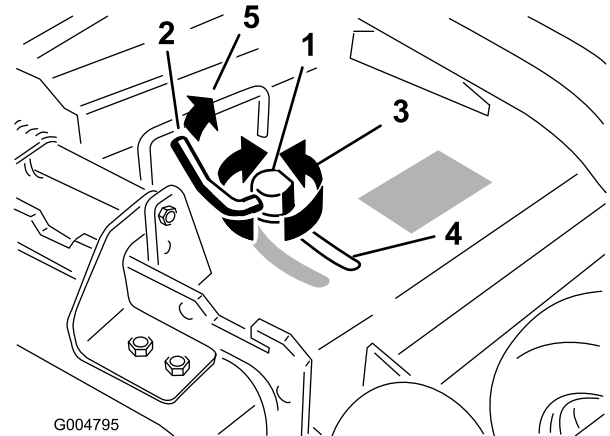

Figure 19
3. Pour régler le verrou à came, soulevez le levier pour desserrer le verrou (Figure 19).
5. Repoussez le levier à sa position d'origine pour serrer le déflecteur et le verrou (Figure 19).